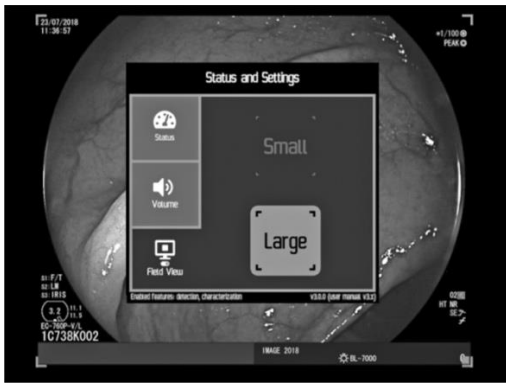
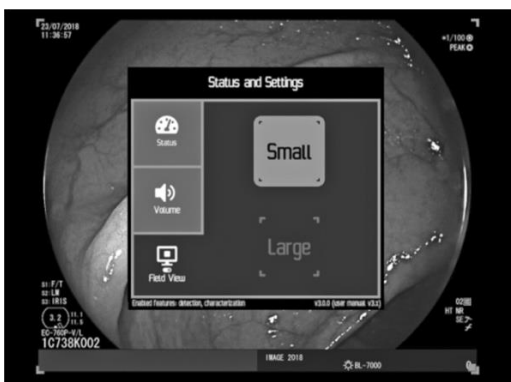

Figura 14: Exemplo do Estado de Sistema e Configurações – Campo de Visão selecionado
Figura 16: Exemplo de Estado de Sistema e Configurações – Separador campo de visão com sobreposição ativada
- 3**  Pressionar o botão seta para baixo para aceder ao separador **Campo de Visão (Figura 14)**.
NOTE Por favor consultar **Figura 14** e **Figura 16** para a interface de utilizador quando a sobreposição está ativada.
NOTE Por favor consultar Figura 16 para a interface de utilizador quando o Campo de Visão selecionado é "Pequeno".
NOTE Por favor consultar Figura 14 para a interface de utilizador quando o Campo de Visão selecionado é "Grande".